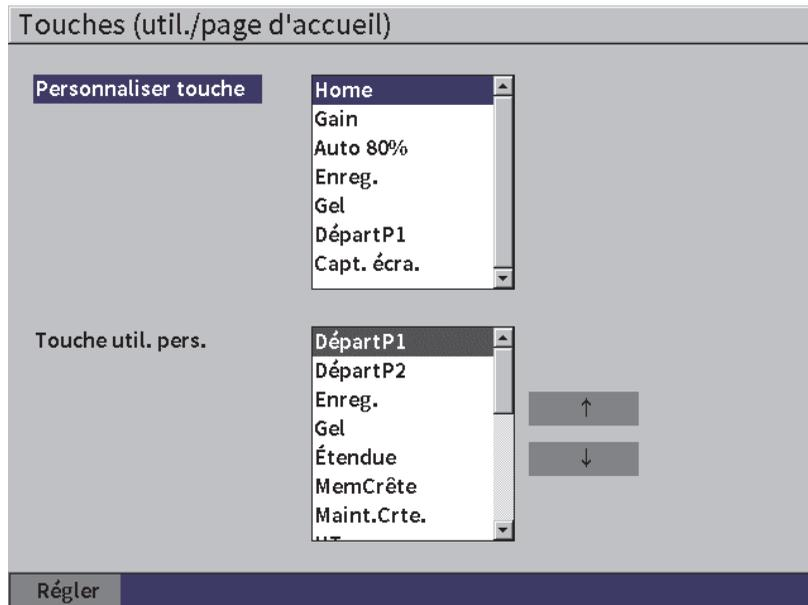

Figure 5-5 Page de réglage Touches (util./page d'accueil)
Vous pouvez toutefois modifier cette configuration par défaut à partir de la page **Touches (util./page d'accueil)** (voir Figure 5-5 à la page 59).
1. Ouvrez la page de réglage **Touches (util./page d'accueil)** (voir Figure 5-5 à la page 59).